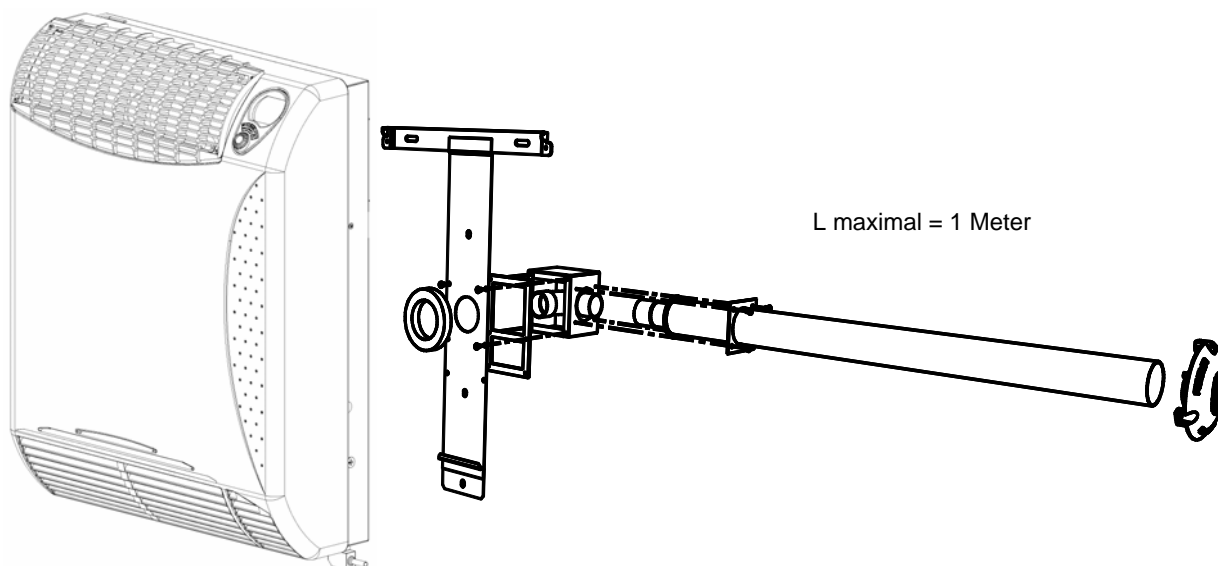

Abbildung 5 - Installationsbeispiel mit 90°-Koaxialrohren
- Mit Koaxialrohren, mit 90°-Austritt (maximale Rohrlänge 1 Meter) (siehe Abbildung 5). In diesem Fall muss die 90°-Abdeckung für Koaxial-Abgasrohre verwendet werden (als Zubehör erhältlich).